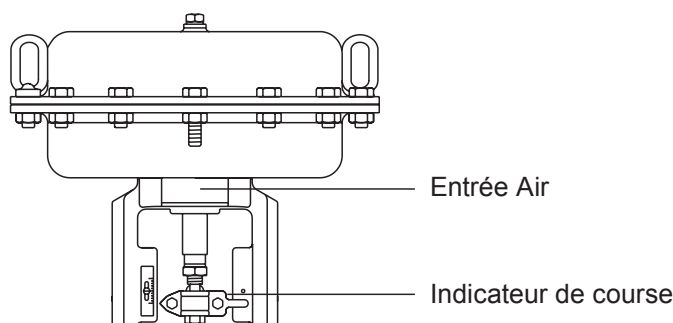

Fig. 7
2. Par la vanne de régulation actionnée pneumatiquement, supprimer l'alimentation en air existante et relier une alimentation en air indépendante de l'actionneur (pression à ne pas dépasser 6 bar eff.), pour permettre à la vanne de s'ouvrir entièrement, supprimer l'alimentation en air à partir de l'actionneur pour permettre à la vanne de se fermer. Rebranchez la tuyauterie d'origine (figure 7).